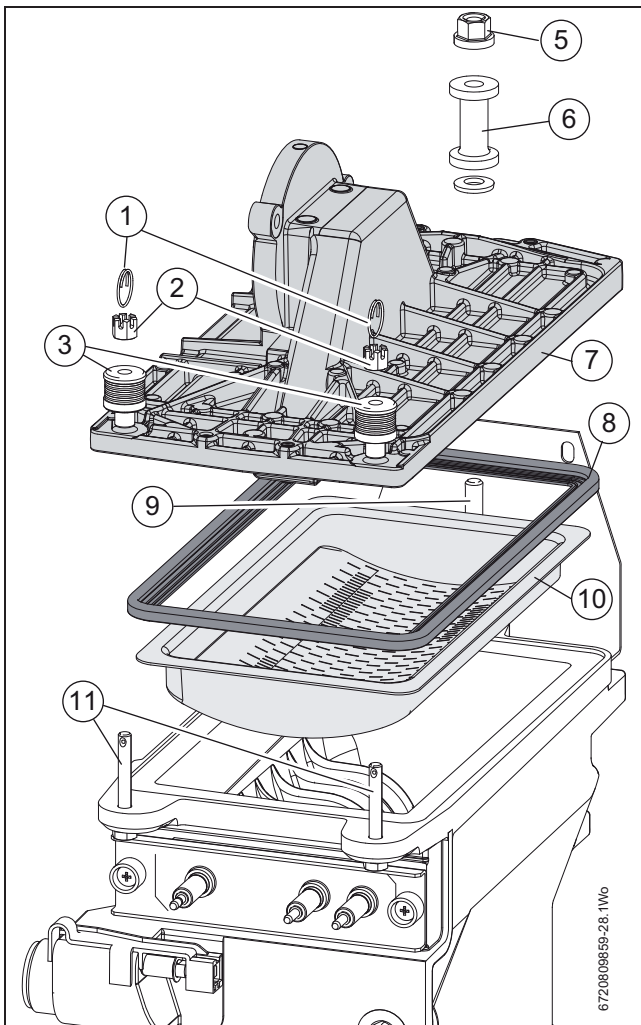

Bild 58 Brennerausbau
- ▶ Um den Brennerdeckel auf dem Wärmeblock zu befestigen, Unterlegscheiben/Federn [3] und Kronenmutter [2] (siehe Abb. 58) auf den Stiftschrauben [11] montieren.